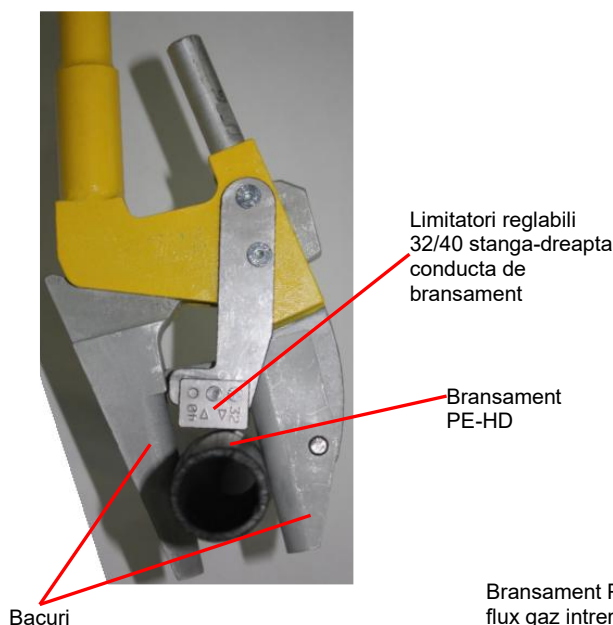

Fig. 3
- Bacurile se pozitioneaza perpendicular pe conducta de bransament, astfel incat, in momentul interventiei, dispozitivul sa fie in pozitie perpendiculara pe bransament. Conducta de bransament se limiteaza pe limitatorii reglabili stanga-dreapta ai dispozitivului – vezi Fig. 3.